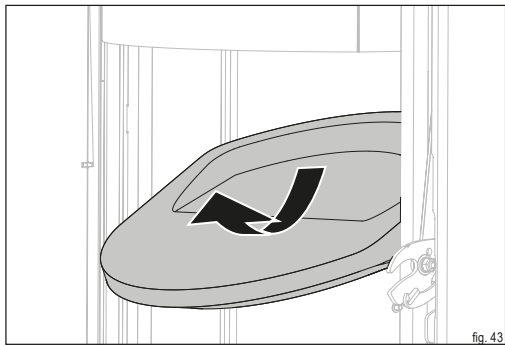

fig. 43
- Estrarre con cautela la pietra termica dal supporto come raffigurato (fig. 43).